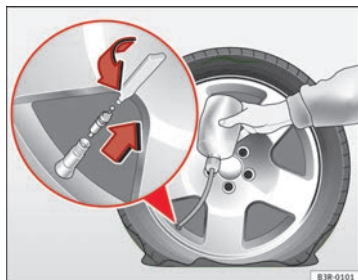

Fig. 123 Pneu : remplir
- Retirez le capuchon de la valve du pneu et dévissez l'obus de valve avec un tournevis ⇒ fig. 123.